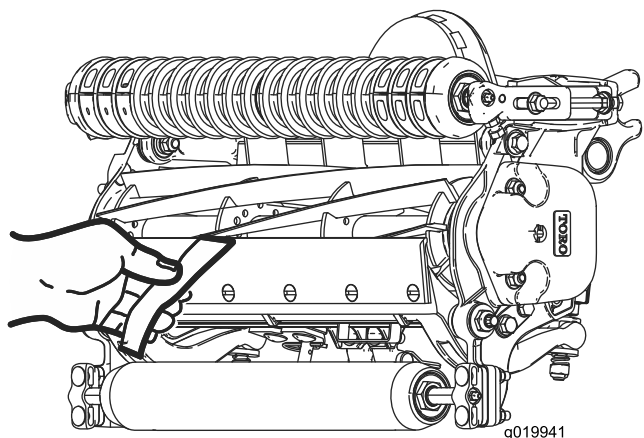

图10
10. 在滚刀与底刀间插入一长条剪切性能纸（Toro 零件号 125-5610），纸要与底刀垂直，检测剪切性能（图10）。缓慢向前旋转滚刀；滚刀应剪切检测纸。